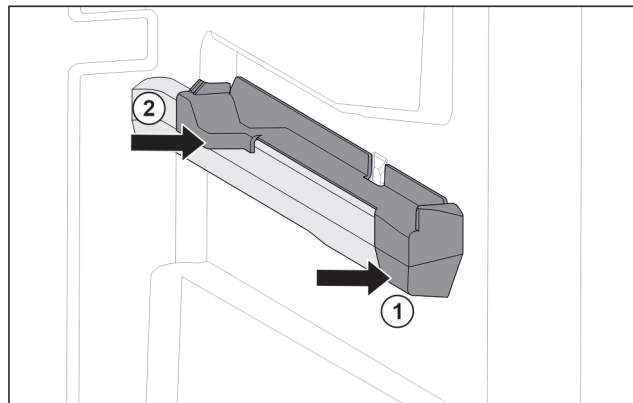

Fig. 103 Násuvný diel na pravom rebro nádoby
- Nasadte násuvný diel vpredu na rebro nádoby. Fig. 103 (1)
- Pritlačte násuvný diel vzadu. Fig. 103 (2)